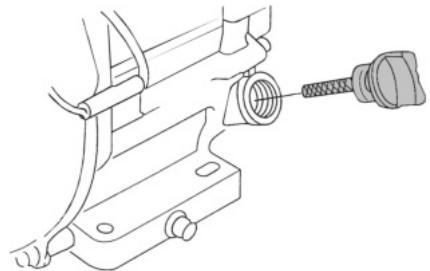

Рис. 7 Крышка-щуп маслозаливной горловины
3. Открутите крышку-щуп маслозаливной горловины и извлеките щуп (Рис. 7).
3. Выкрутите крышку-щуп маслозаливной горловины и извлеките щуп (Рис. 7).